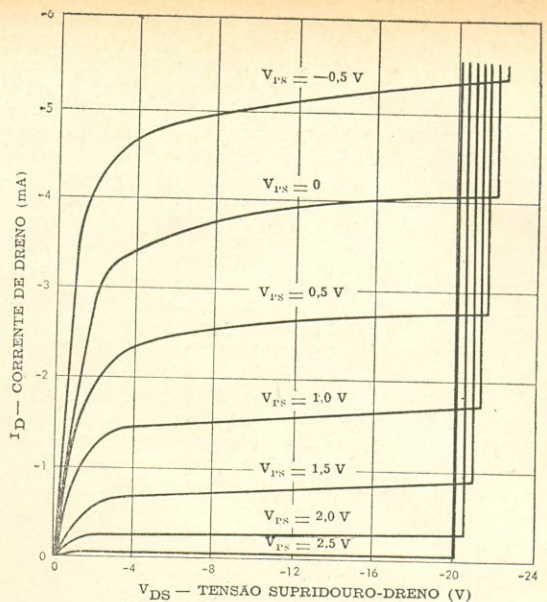

FIG. 4 — Curvas características típicas de um T.E.C. tipo p.
**Tensão de ruptura dreno-porta ( $BV_{DPO}$ )** — As características de ruptura podem ser melhor compreendidas com auxílio da Fig. 4. As curvas são análogas às curvas  $I_p$  versus  $E_p$  de um pentodo, ou às curvas  $I_c$  versus  $V_c$  de um transistor convencional. Uma das principais diferenças que pode ser logo notada é que a curva  $V_{PS}$  apresenta uma acentuada inflexão para cima pouco depois do valor de 20 V da tensão dreno-supridor. Esse ponto representa a ruptura do T.E.C., numa determinada condição de funcionamento. Como a junção porta-dreno é normalmente polarizada no sentido inverso, a tensão entre o dreno e a porta excede a tensão entre o dreno e o supridor sob condições normais de funcionamento. Por esse motivo, a tensão de ruptura dreno-porta determina prioritariamente o ponto de ruptura do T.E.C.